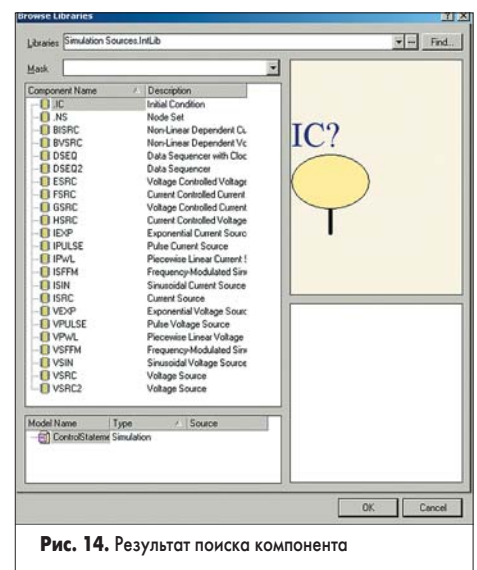

Рис. 14. Результат поиска компонента
9. В списке Component Name выберем компонент .IC (рис. 14).